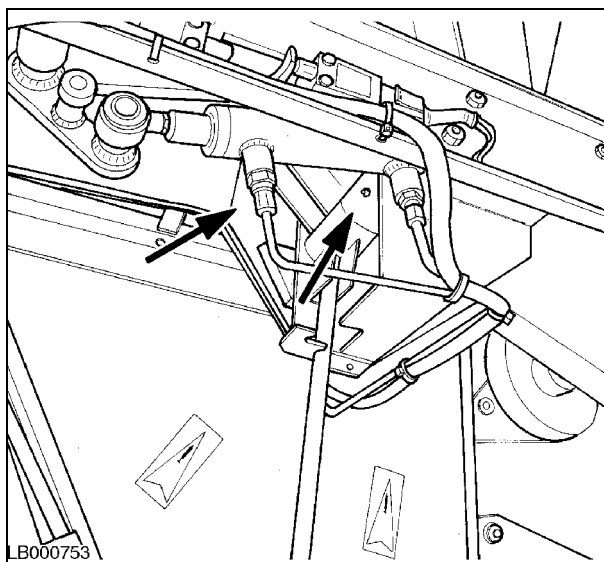

Рис. 53
41. НАТЯЖНОЕ УСТРОЙСТВО ПРИВОДНОГО РЕМНЯ СОЛОМОРЕЗКИ - Рис. 53